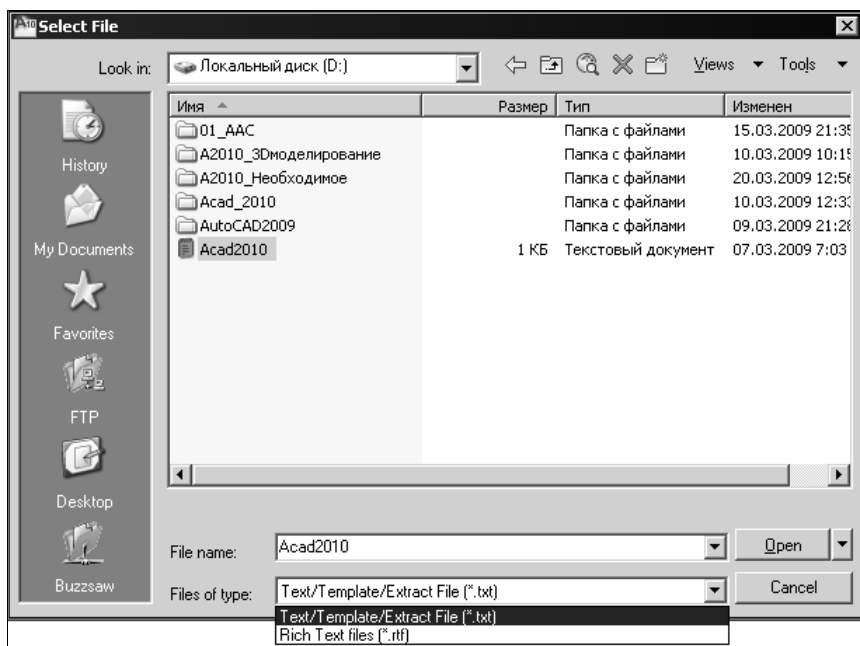

Рис. 11.17. Диалоговое окно для выбора файла, вставляемого в редактор многострочного текста
1. В рабочей зоне редактора многострочного текста укажите курсором точку вставки внешнего файла и выберите из контекстного меню **Import Text** (Импортировать текст). Появится диалоговое окно **Select File** (Открытие файла) (рис. 11.17).